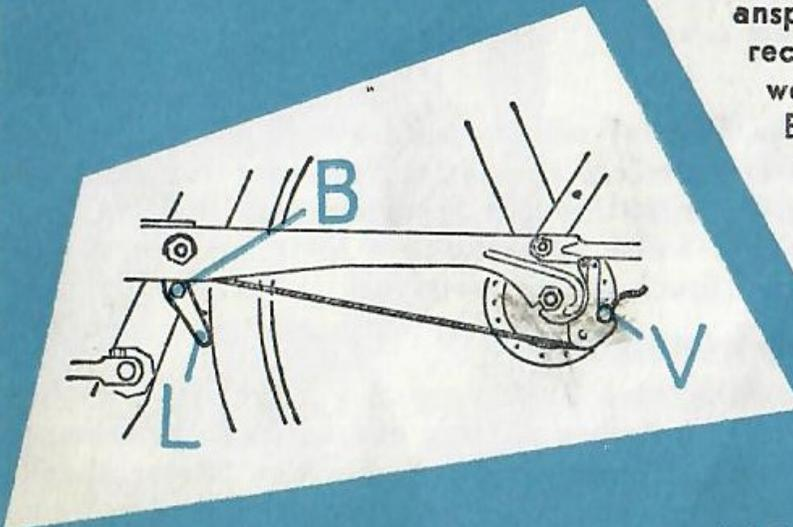

Abb. 5
Die Einstellung der Trommelbremse geschieht mittels der verstellbaren Seilführungsanschlag, der gerade über der Tretlagerachse sitzt (Abb. 5). Die Befestigungsschraube (B) losmachen, den Hebel (L) nach links schieben und die Schraube wieder sichern. Weist sich diese Einstellung ungenügend auf, das Triebseil also mit Hilfe der Seilklemmschraube anspannen aber nur wenn der Hebel rechts hin vollständig zurückgeschoben worden ist. Nach der Einstellung, den Bremsgriff mehrmals betätigen und sich davon vergewissern, dass das Rad frei läuft.